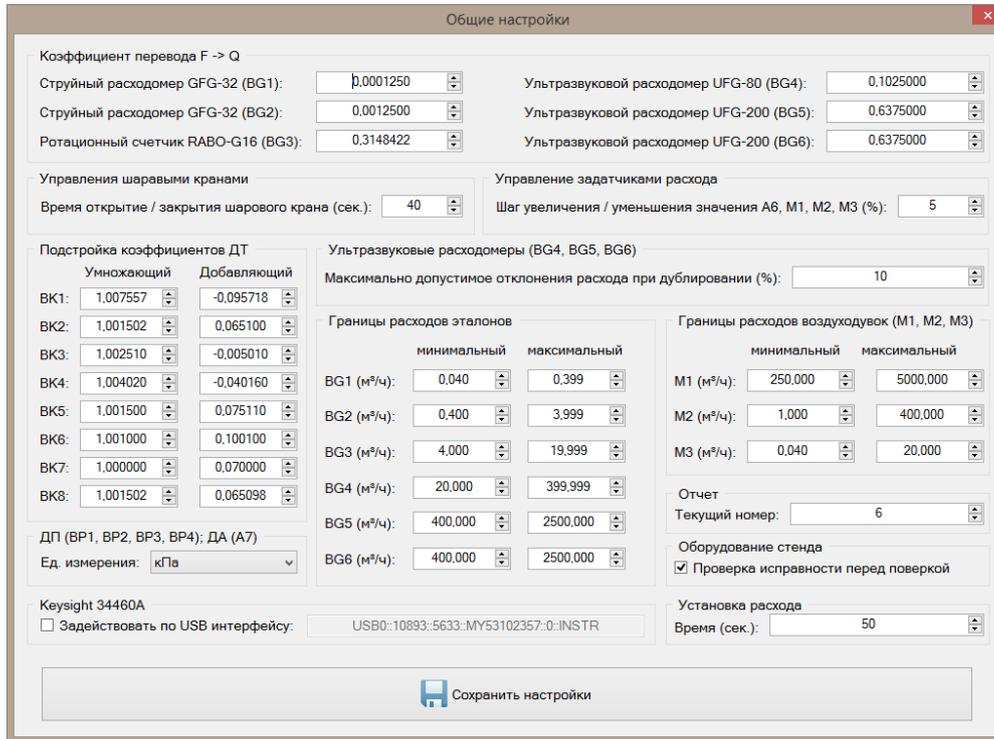

Рисунок 9 – Общие настройки
1. «Общие настройки» – позволяет настроить ПО (рис. 9);